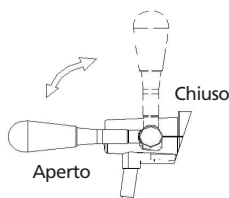
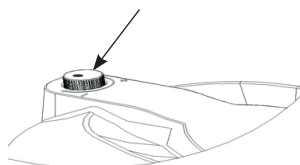

Figura 13
Figura 14
Nota: Quando si collega il connettore di ingresso al connettore del dispenser, assicurarsi che il rubinetto del dispenser (Figura 13) e la manopola (Figura 14) siano chiusi.
4. La Figura 14 è la manopola dell'interruttore della pressione del gas, "+" e "-" sono solo i segni di apertura e chiusura, il che non significa che la pressione può essere regolata. Ruotare la manopola nella direzione di "+" o "-". Il campo di regolazione massimo della manopola è da 120° a 270°.
10. Ruotare la manopola in posizione +. Ora è possibile ottenere la birra premendo il rubinetto (spingere la maniglia in avanti di 90 gradi. Figura 13).